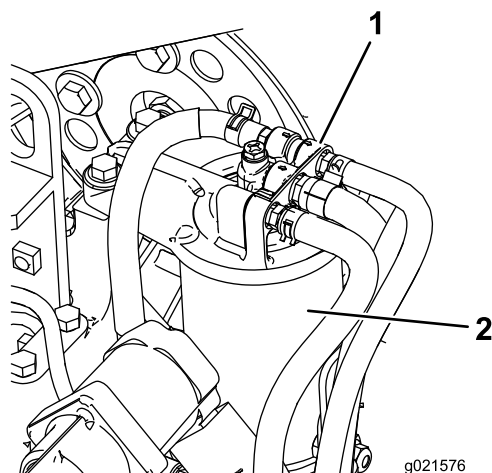

Рисунок 77
1. Очистите поверхность вокруг головки топливного фильтра (Рисунок 77).
2. Снимите фильтр и очистите монтажную поверхность головки фильтра (Рисунок 77).